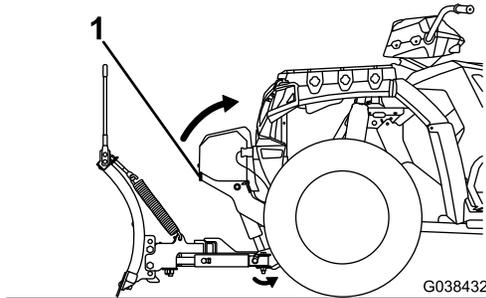

Bild 19
- Drücken Sie mit dem Kupplungsgriff die Kupplungssäule nach oben und, bis die Federstifte der Kupplung einrasten (Bild 19).
- Den Haltegriff des Ständers nach außen ziehen und den Ständer anheben (Bild 19).